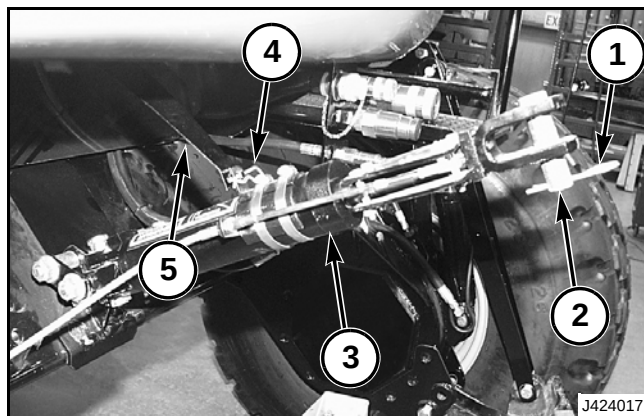

**FIG. 7**
**FIG. 7:** Quite la horquilla (1) del pasador de horquilla (2). Quite el pasador de horquilla de la horquilla en el extremo exterior del cilindro de ángulo del cabezal (3).